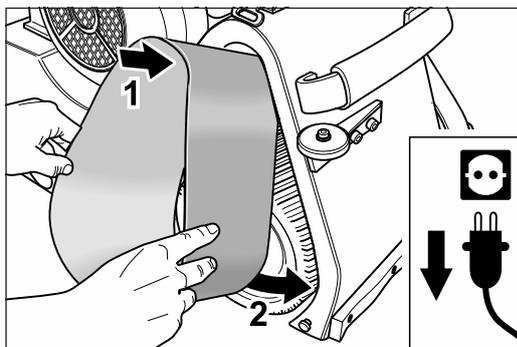
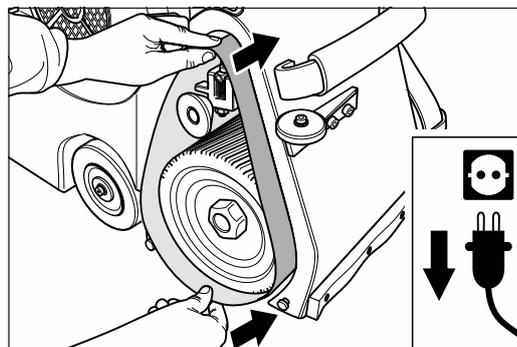

Abb. 12 Das Schleifband an der Spannwalze des Aggregats ansetzen.
Abb. 13 Das Schleifband über die Spannwalze und die Schleifwalze schieben.
- 9 Setzen Sie das Schleifband an der Spannwalze des Aggregats an (Abb. 12) und schieben Sie es über die Spannwalze und die Schleifwalze (Abb. 13).